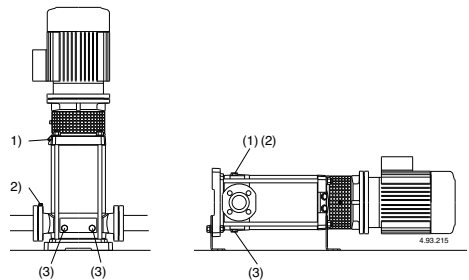

Fig.3 (1) Vullen ontluchttingsplug
klep te openen, vul de zuigleiding en de pomp door de vuloopening (**fig. 3**). Om dit mogelijk te maken gebruik een flexibele slang (of bocht) en een trechter.
Sluit de ontluuchtingvoor (fig. 3) voor MXV-B, MXV(L) 25-32-40 en MXV(L)4 25-32-40 Sluit de naaldschroef (14.07) in de aftapplug (14.12) (fig. 3b) en sluit de ontluuchting (14.04).
Of, na het legen, reinigen door schoon water (minimaal 40 liter) in het vulgat (1) te gieten aan de afvoerkant en het weer uit het afvoergat (3) aan de aspiratiekant (fig. 3) te laten lopen.
Voor iedere geval geldt: **als de pomp niet wordt gebruikt moet deze, als er een kans is op bevrozing, volledig worden afgetapt (fig. 3).**
Voorafgaand aan demontage, sluit de afsluiter in zuig- en persleiding en tap het pomphuis af (fig. 3).